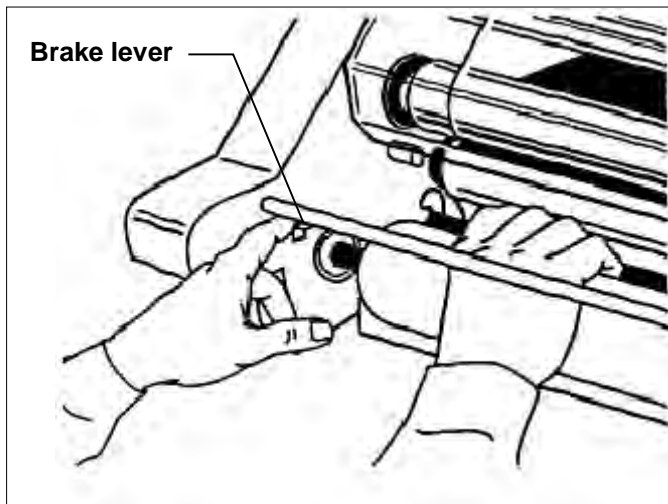

Fig. 20
1. To adjust the bottom brake. Push and hold the brake lever located on the left side frame by the roll of film (Fig. 20).
1. Per regolare il freno inferiore: Premere e mantenere premuta la leva del freno sul lato sinistro rispetto al rullo di film (fig. 20).
1. Anpassen der unteren Bremse. Den Bremshebel links am Rahmen bei der Folienspule betätigen und festhalten (Abb. 20).
1. Om de onderste rem bij te stellen, houdt u de remgreep op het linker frame bij de filmrol ingedrukt (afb. 20).
1. Pour ajuster le frein inférieur, poussez et gardez le levier du frein poussé qui se trouve sur le côté gauche du cadre près de la bobine de film (Fig. 20).
1. Para ajustar el freno inferior. Empuje y sostenga la palanca situada en el marco del lado izquierdo junto al rollo de película (Fig. 20).